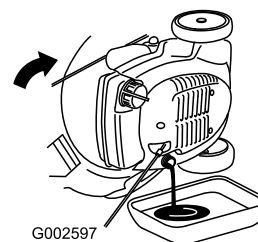

Figure 30
3. Vuelque el cortacésped hacia su lado **derecho** para drenar el aceite usado a través del tubo de llenado de aceite (Figure 30).